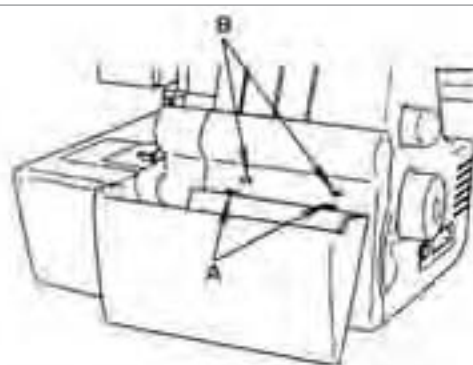

Fig. 6
- Faites tout d'abord glisser les deux dispositifs d'arrêt (A) dans les trous prévus à cet effet (B) (Fig. 6).